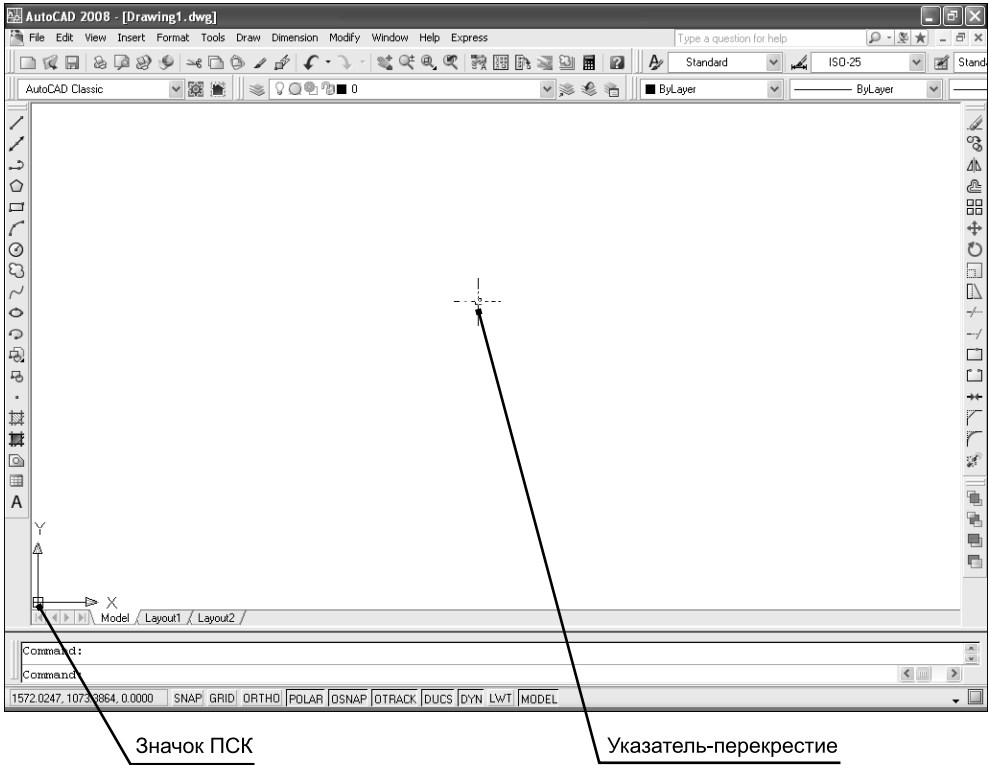

Рис. 1.2. Значок ПСК и указатель-перекрестие
*Значок ПСК* (UCS icon) предназначен для ориентации редактируемого чертежа (рис. 1.2).
По умолчанию указатель мыши в AutoCAD выглядит как небольшой знак «плюс» (+) с квадратной рамкой в центре (см. рис. 1.2). Точка, в которой пересекаются линии, называется *перекрестием* (cross-hair cursor) и соответствует действительному положению указателя в определенной точке области черчения AutoCAD. Рамка, которую называют *отмечающим указателем* (pick-box cursor), используется для выбора объектов в области черчения.